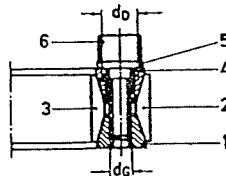

Fig. 1
Gebrauchte Spannsätze vor dem Einbau reinigen, leicht einölen und nach Fig. 1 komplettieren. Die 3 besonders gekennzeichneten Schrauben erhalten Unterlegscheiben und sind in die mit Demontagehilfsgewinden (d_0) versehenen Durchgangslöcher des vorderen Druckringes einzusetzen.
Used Locking Assemblies have to be cleaned, slightly oiled prior to installation and assembled according to fig. 1. The (3) cadmium plated screws are to be fitted with a washer and placed in the holes of front thrust ring which have the pull-out threads (d_0).